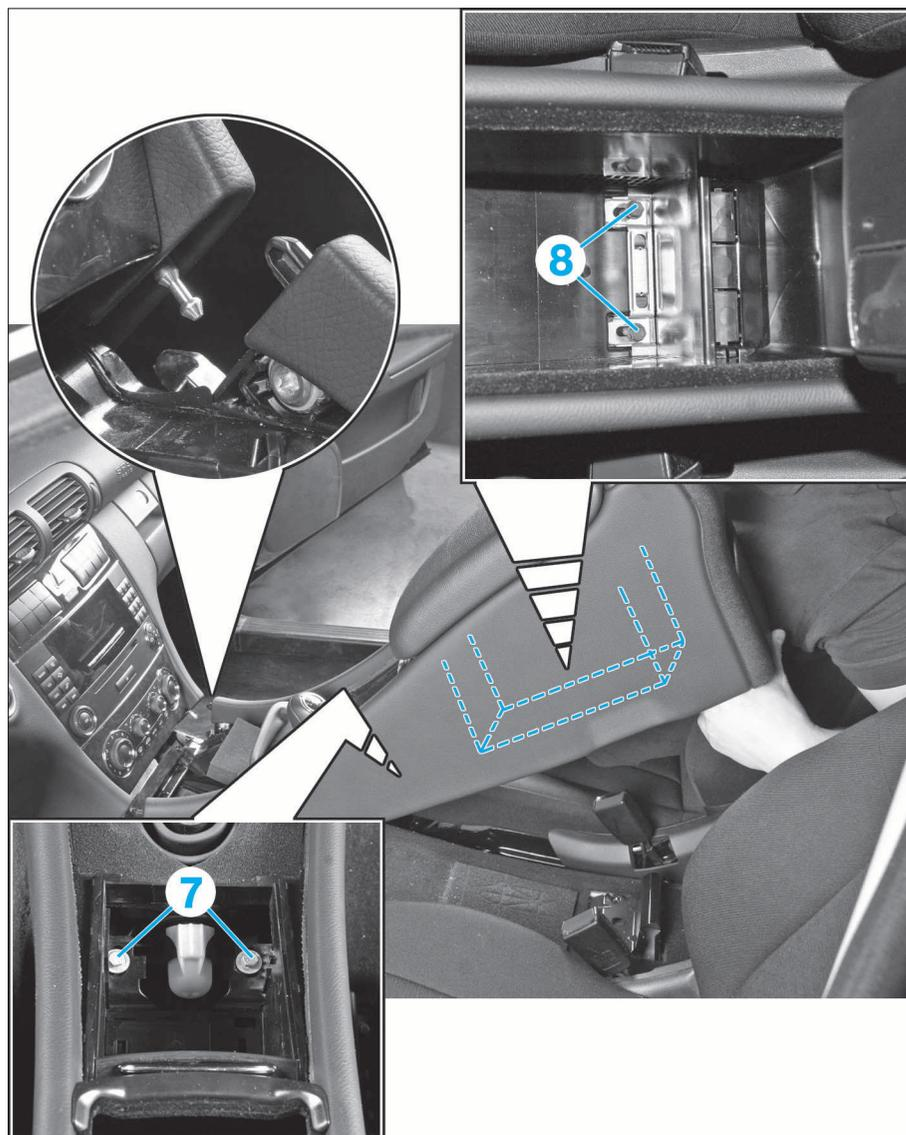

FIG. 20
- les 2 vis centrales (7) et les 2 vis arrière (8) de la console (Fig.20).